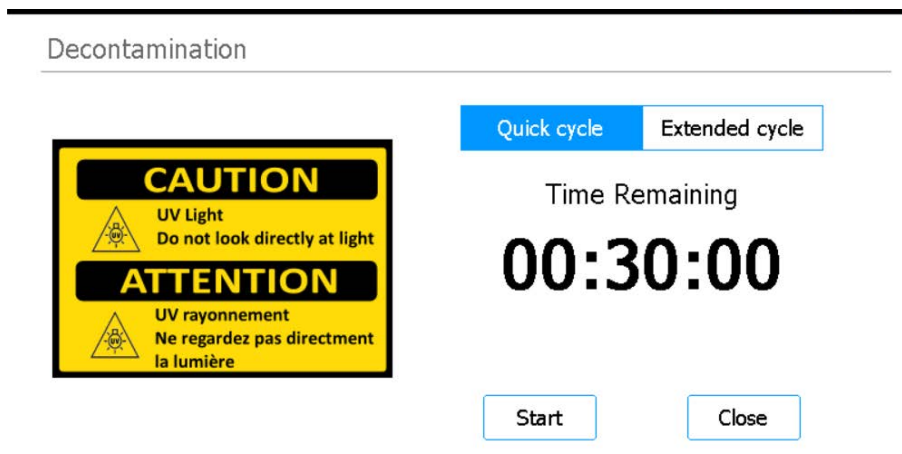

図 5 Quick cycle が選択されている Decontamination 画面
- 3 図 5 のように、画面の上部で **Quick cycle** を選択します。